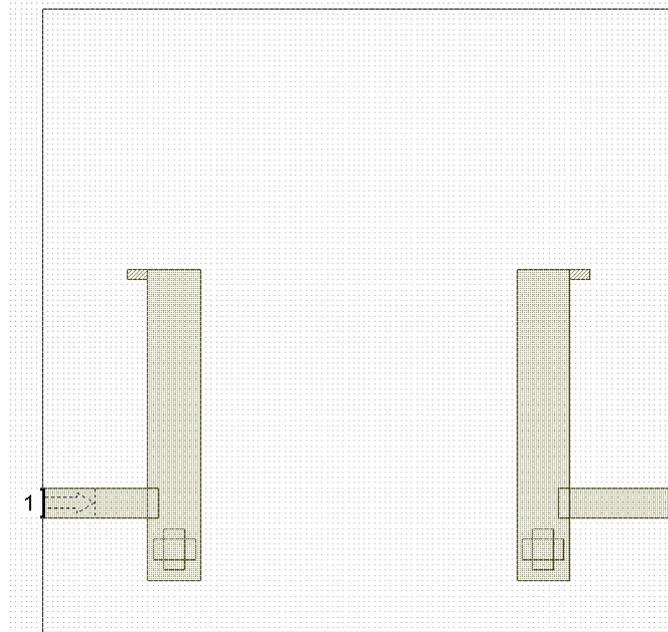

Рисунок 2.19 – Процесс создания топологии фильтра
11. Кликните, а затем установите перевернутое изображение в место, противоположное входной линии (Рисунок 2.19).